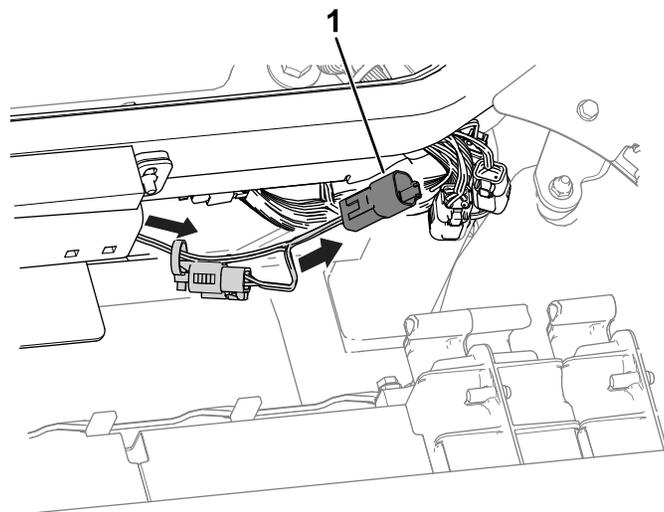

図 4
5. ワイヤハーネス端部 図 4 を、油圧タンクキャップの上方にあるコネクタの束に向けて配設し、DRIVING LIGHT KIT POWER というラベルのついているコネクタに接続する。